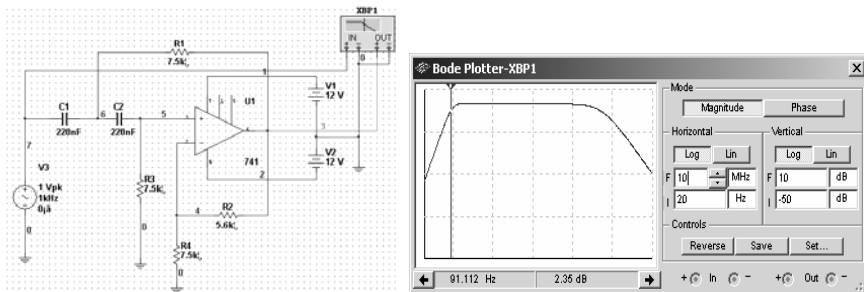

图 5-51 滤波器电路幅频响应曲线
- 1) 用鼠标单击博德图仪底部的 ◀ 或 ▶ 箭头，可精细调整垂直游标位置，如图 5-51 所示。
操作范例如图 5-51 所示。
注意：用博德图仪测试电路幅频特性和相频特性曲线时，电路中一定要有信号源，如图 5-51 所示中的信号源是 V3。